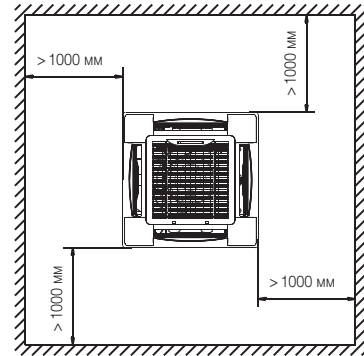

Рис. 5-2
1. Прорежьте в потолке квадратную нишу 600x600 мм в соответствии с размерами монтажного шаблона (рис. 5-2).